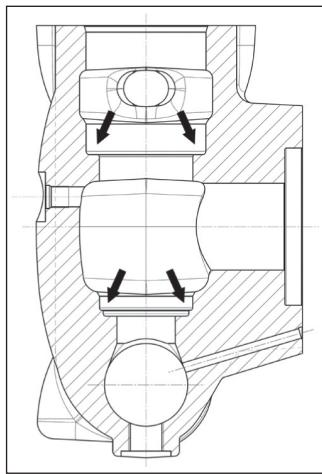

Abb. 98
Vor dem Wiedereinbau der Ventilgruppen reinigen und trocknen Sie gründlich ihre Sitze im Kopf, siehe Pfeile (Pos. ①, Abb. 98).